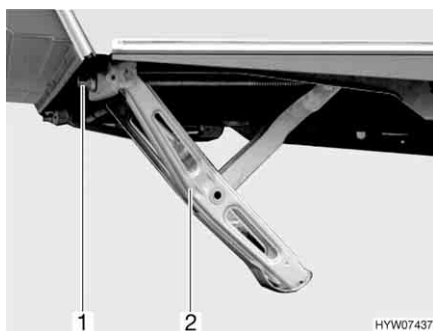

Fig. 14 Piedini di stazionamento a manovella abbassati
- Inserire la manovella in dotazione di serie nell'esagonale (Fig. 14,1) del piedino di stazionamento a manovella (Fig. 14,2).